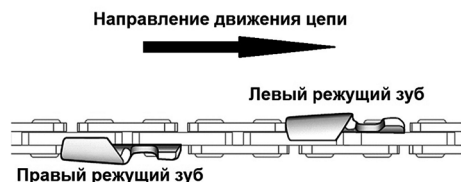

Рис. 10 Определение типа режущего зуба
7. Определите, какой это зуб, правый или левый (Рис. 10), так как в первую очередь будет производиться заточка зубьев этого же типа.